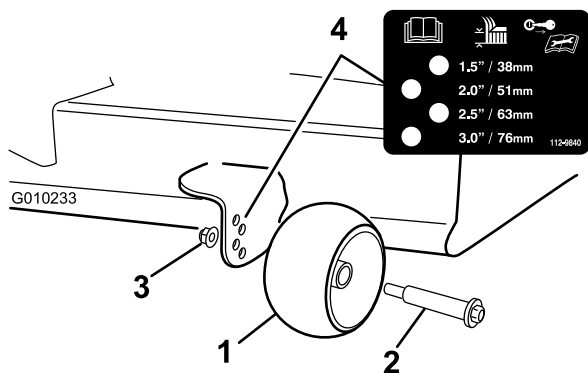

Bild 21
3. Stellen Sie die Antiskalpierrollen so ein, dass sie der nächsten Schnitthöheneinstellung entsprechen (Bild 21).